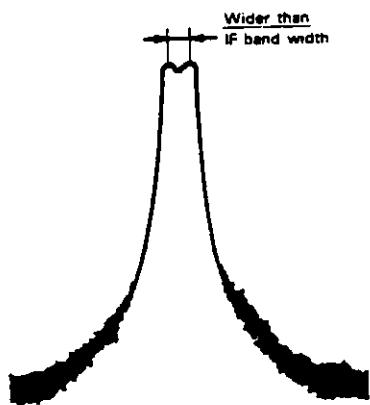

図 3-9 同じ振幅をもつ信号の分離能力の限界
- (2) **TUNING**つまみは、粗調と密調の2段つまみになっており、小さい方が密調(**FINE**)つまみで、可変範囲は10回転で2MHz以上の可変幅をもっています。したがって、通常**DISPERSION/DIV.**スイッチを200kHz以下に設定したとき**FINE**つまみを使用します。
- (3) **BAND WIDTH**(IFバンド幅)スイッチの設定は、周波数の分解能を決定します。例えば、**BAND WIDTH**スイッチが1kHzである時、2つの信号は1kHz以上離れていなければ分離することはできません(図3-9)。また、IFバンド幅を狭くしますと、応答時間が長くなりますので、**TIME/DIV.**スイッチの値を大きくしなければなりません。
(4) IF バンド幅は、一般に 3dB 帯域幅で規定されています。また、フィルタには選択度というフィルタを特性づける要素があり、これは 60dB 帯域幅と 3dB 帯域幅との比によって規定しています。したがって、選択度が良いということは、振幅の異なる信号を区別する能力がすぐれていることになり、実際に使用する上での振幅の異なる信号の分離能力といえます。例えば、本器のように IF バンド幅選択度が 5 : 1 である場合、振幅が 60dB 異なっている 2 つの信号を完全に分離して観測するには、IF バンド幅の 2.5 倍以上の周波数差が必要となります。